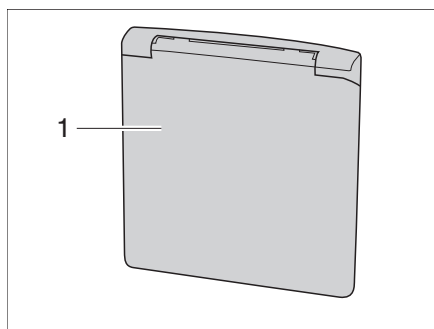

Fig. 2 Sportello per collegamento a 230 V
**Apertura:** ■ Afferrare lo sportello esterno (Fig. 2,1) in basso e sollevarlo.